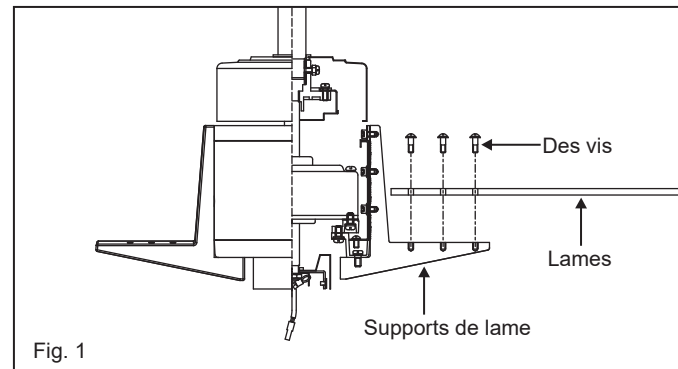

Fig. 1
1. Insérez le récepteur dans le support de montage au plafond avec le côté plat du récepteur face au plafond. (Fig. 1) Pour de meilleures performances, assurez-vous que l'antenne noire et l'antenne WIFI, à l'extrémité du récepteur, restent étendues et ne s'emmêlent pas avec les fils électriques.
- 1 Tout en maintenant l'ensemble LED sous votre ventilateur, effectuez les connexions des fiches polarisées : (Fig. 1)
- 2 Positionnez les encoches sur le bord extérieur de l'ensemble LED de manière à ce qu'elles correspondent aux languettes à l'intérieur du rebord du moyeu de montage. Soulevez délicatement l'ensemble LED à l'intérieur du moyeu de montage et fixez-le au ventilateur en tournant l'ensemble LED dans le sens des aiguilles d'une montre jusqu'à ce qu'il soit bien ajusté. (Fig. 1)